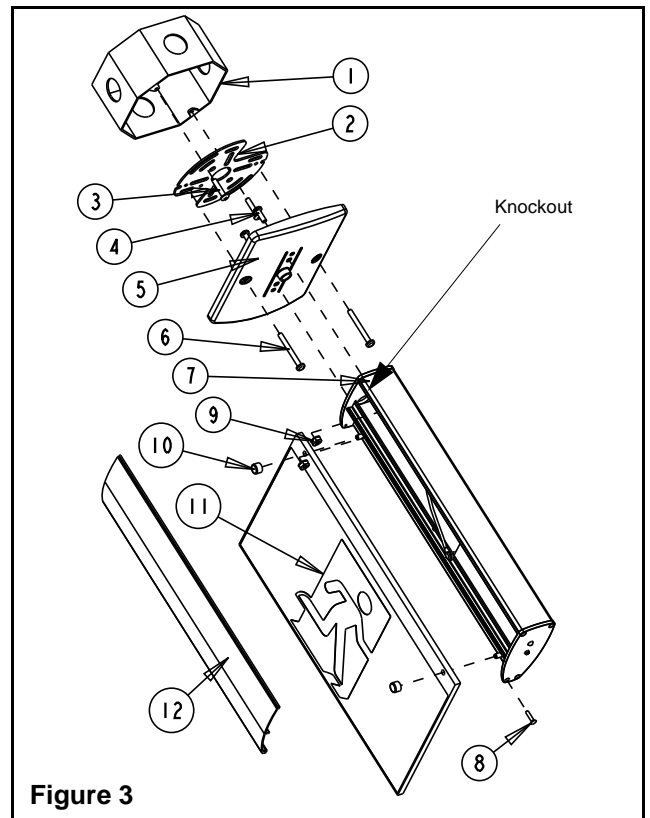
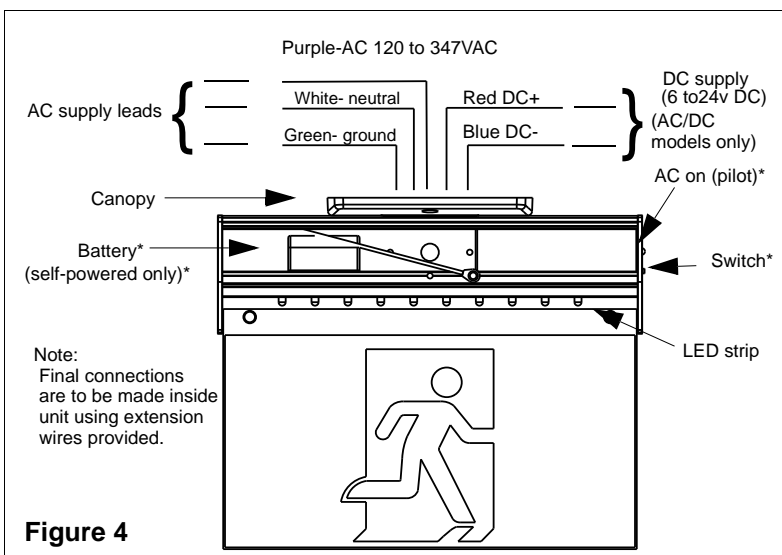

Figure 3
Figure 4
- a. Pour le montage en extrémité: enlever les trous défonçables situés sur le bout de l'unité à l'aide d'un tournevis (voir fig. 3).
- b. Visser le pavillon au boîtier à l'aide des vis courtes (6) et des écrous (9).
- c. Projonger les fils d'alimentation avec les fils d'extension fournis (suivre le câblage électrique sur le figure 4).
- f. Fixer l'assemblage pavillon/enseigne à la plaque de montage à l'aide des longues vis (6).